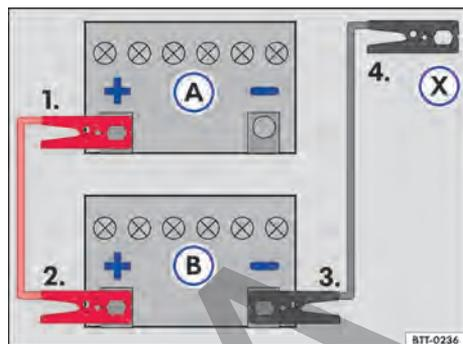

Fig. 192 Esquema para la conexión de los cables auxiliares de arranque: batería del vehículo descargada (A) y batería del vehículo que provee la corriente (B).
Leyenda para → fig. 192:
- Conectar un extremo del cable auxiliar de arranque rojo al polo positivo → fig. 192 (+) del vehículo con la batería del vehículo descargada (A) → ⚠.
- Conectar el otro extremo del cable de arranque auxiliar *rojo* al polo positivo (+) de la batería del vehículo que suministra corriente (B).
- Conectar un extremo del cable de arranque auxiliar *negro* al polo negativo (-) de la batería que brinda corriente (B) al vehículo.
- Conectar el otro extremo del cable de arranque auxiliar *negro* (X) al vehículo con la batería del vehículo descargada en una pieza maciza de metal atornillada firmemente al bloque del motor o en el mismo bloque del motor - aunque no cerca de la batería (A) → ⚠.